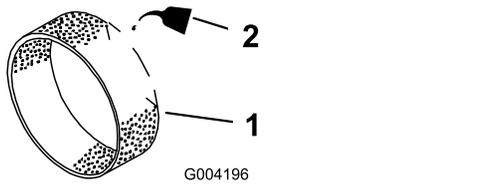

図 41
- 乾いたら新しいエンジンオイルを 3-60 ml 含ませる(図 41)。